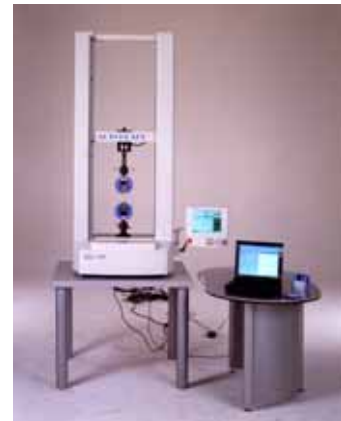

Fig.1 島津オートグラフ AG-IS 形 外観
- (1) 引張り速度：600mm/min
- (2) チャック間距離：40mm
- (3) 雰囲気：室温 26
- (4) 試験機：オートグラフ AG-IS (Fig.1)
- (5) 試験力測定：500N ロードセル
- (6) 変位測定：試験機のクロスヘッド移動量
- (7) データ収集時間間隔：50ms